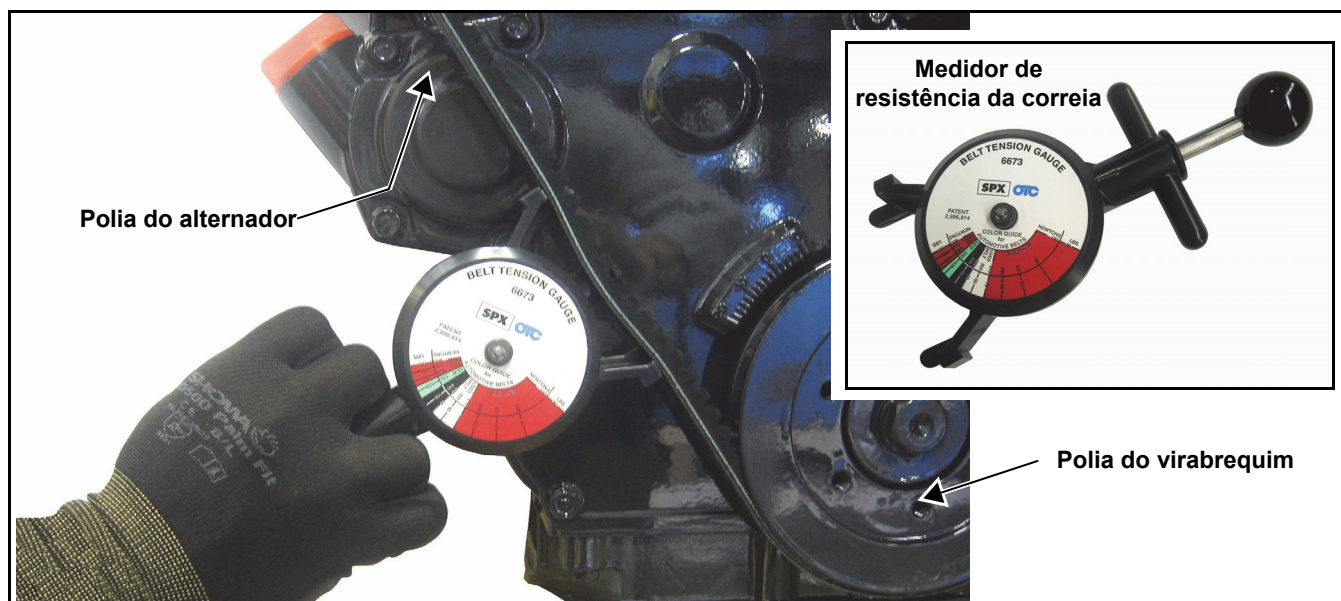

Figura 5-13. Verifique a deflexão da correia em V
5. Usando um medidor adequado, aplique 22 lb (10 kgf) de torque entre as polias do virabrequim e alternador. Consulte a Figura 5-13.